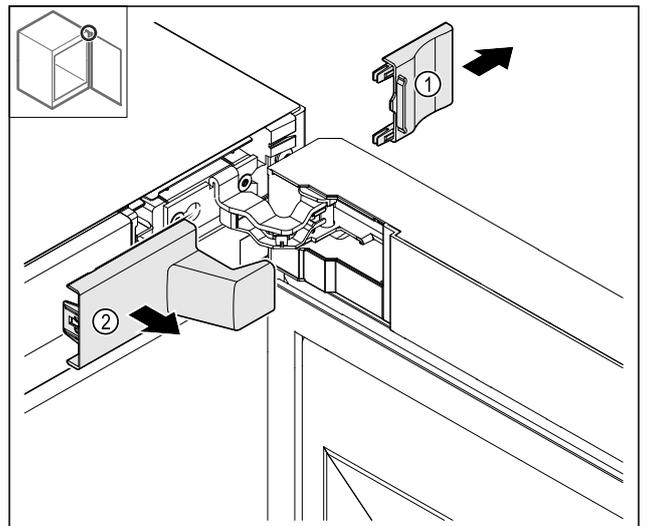

Fig. 14
- ▶ Nuimkite dengiamąją plokštelę Fig. 14 (1) ir tada Fig. 14 (2).